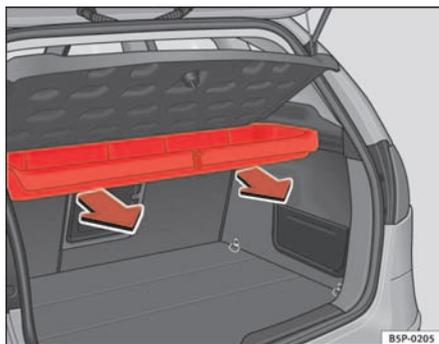

Fig. 120 Démontage du casier de rangement
- Tirer vers l'extérieur jusqu'à débloquer le casier des axes de rotation ⇒ fig. 120.